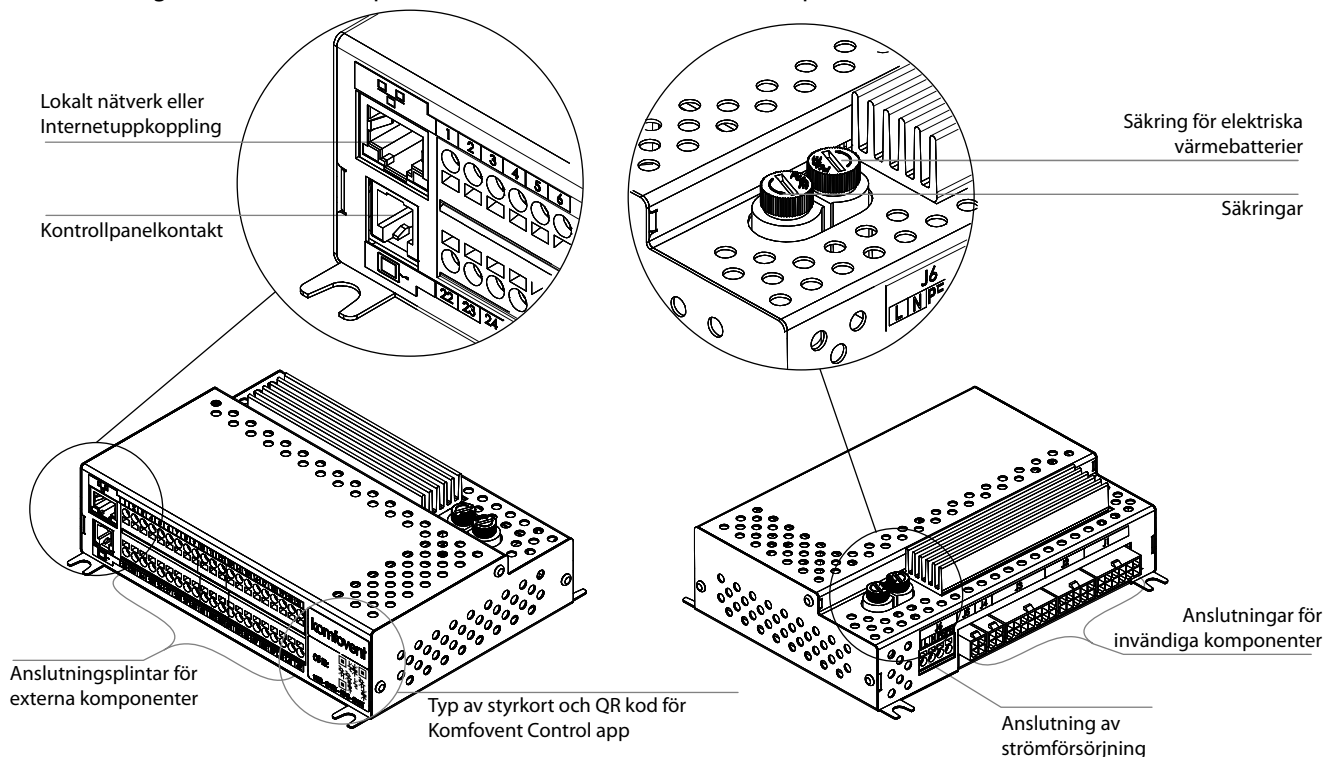

Fig. 12. C6M huvudstyrkort
Vi rekommenderar att kabeln dras på ett sådant sätt att den inte kommer i närheten av strömförande kablar eller högspänningsutrustning (tex. skåp med inkommande elkablar, elektrisk uppvärmningspanna eller luftkonditioneringsenhet). Kabeln kan dras genom hålen baktill eller i botten på kontrollpanelen (följ installationsinstruktionerna som medföljer kontrollpanelen). Kabeln till C6M styrkort ansluts till en angiven kortplats (RJ9 kontakt, se fig. 12) eller anslutningsplintar för externa komponenter.
Enheten kan styras inte enbart från kontrollpanelen utan även med hjälp av en dator eller en smartphone. I ett sådant fall måste aggregatets styr anslutas till ett lokalt nätverk eller till Internet. Enheten styrs av en dator via webbläsare, eller en Smartphone och Komfovent Control-App. Aggregatet ansluts till datornätverket med en CAT5-kabel (RJ45, se fig. 12). Total kabellängd mellan enheten och nätverksroutern får inte överstiga 100 m.
- Det lättaste sättet att hantera din enhet på via Internet är att använda en smartphone med Komfovents Moln-App. Starta Appen på din smartphone (telefonen måste ha Internetåtkomst). När du ansluter första gången kommer Appen att be dig skanna QR-koden fram till på styrkortet (se fig. 12). När du skannar koden kommer Appen automatiskt att etablera anslutningen till enheten (för mer information om Komfovent Control-App, se DOMEKT Användarmanual).